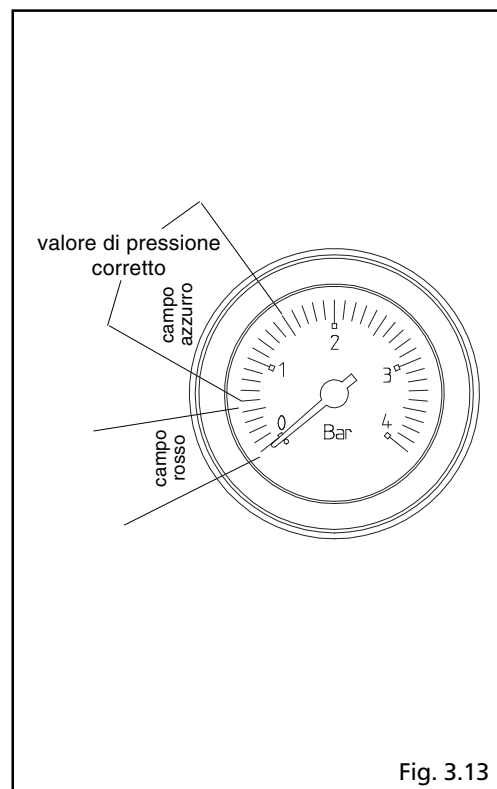

Fig. 3.13
- aprire di due o tre giri il tappo della valvola di sfogo aria automatica (A)
- accertarsi che il rubinetto entrata acqua fredda (B) sia aperto
- aprire il rubinetto di riempimento (C) fino a che la pressione indicata dall'idrometro arrivi a circa 1 bar (fig. 3.13).